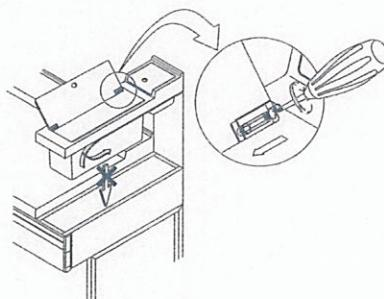

図8-5-2
②化粧品ボックスは蓋が外側に開くようにしてください。逆になっている場合は蓋裏側のネジを緩めてピンを抜き、化粧品ボックスの逆側の穴にピンを差込んでネジを締めてください。（図8-5-2）